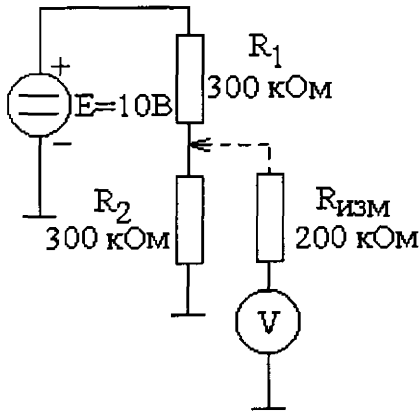

Рис. 2.32. Измерение напряжения на резисторе стрелочным вольтметром с низким входным сопротивлением
**Вольтметр постоянного тока.** Основным требованием к прибору для измерения напряжения (вольтметру) является высокое входное сопротивление. От величины этого сопротивления зависит ошибка измерения напряжения (методическая погрешность). Пусть, например, необходимо измерить напряжение на резисторе  $R_2$  делителя напряжения, рис. 2.32. Оба резистора имеют равные сопротивления 300 кОм. Сопротивление стрелочного вольтметра (выполненного на основе головки магнитоэлектрической системы с током полного отклонения 50 мкА) на пределе измерения 10 В равно 200 кОм.